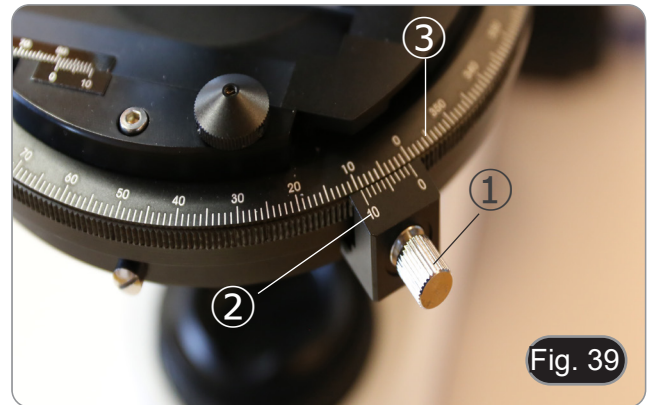

Fig. 39
1. Aflojar el tornillo de bloqueo de rotación de la platina ① y girar la platina hasta que la escala de la platina ② y nonius ③ estén alineadas en la posición "0". (Fig. 39)
6. Volver a colocar la platina en la posición "0" y apretar el tornillo de bloqueo ①. (Fig. 39)